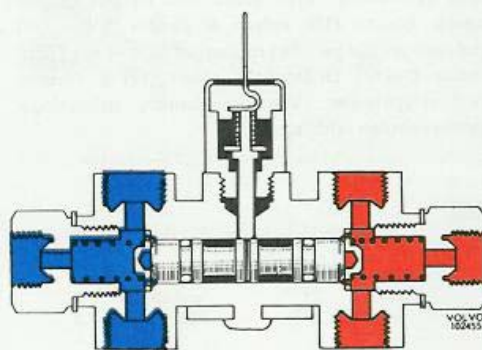

Bild 43. Normalläge
Vid bromsansättning med felfria kretsar är hydrauliska trycket på kolvarna i stort sett lika på båda sidorna (bild 43). Skulle exempelvis trycket i sekundärkretsen vara något högre strävar detta efter att förskjuta kolvarna till höger på bilden. Därvid lyfts tryckbrickan (11) och trycket av fjädern (9) motverkar förskjutningen.